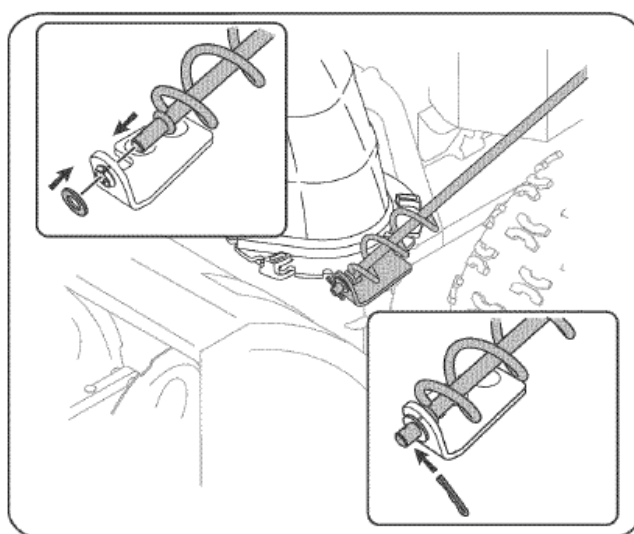

Рисунок 5
- 7) Вставьте конец регулятора в нижний кронштейн и затяните плоскую шайбу и защелку (смотри рисунок 5). При необходимости можно отрегулировать нижний кронштейн (более подробная информация приведена в разделе «Техническое обслуживание – Регулировка кронштейна желоба»).